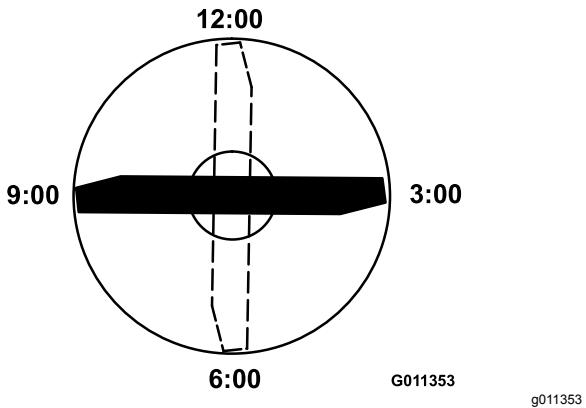

Рисунок 71
- Установите режущую кромку отмеченного конца ножа в положение «12 часов» (строго прямо по направлению скашивания) и измерьте высоту от стола до режущей кромки ножа (Рисунок 71).
- Поверните отмеченный конец ножа в положения «3 часа» и «9 часов» и измерьте значения высоты (Рисунок 71).